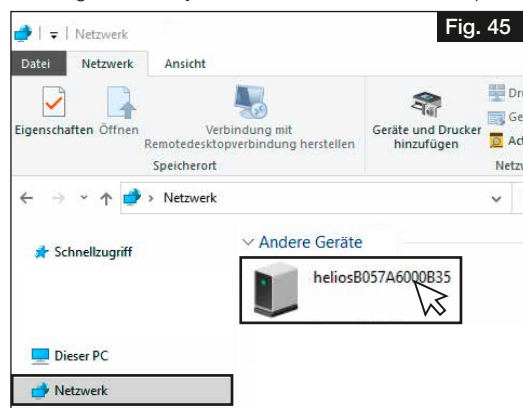

Fig. 45
2. Ouvrir le poste de travail et cliquer sur Réseau, voir Fig. 45.
① **La détection du réseau doit être activée !**
3. Double-cliquer sur l'appareil correspondant, voir Fig. 45.